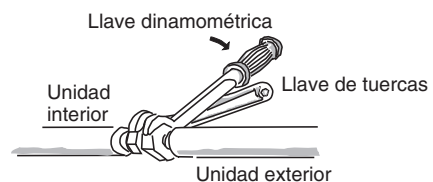

Fig. 5-6
- (2) Para apretar las tuercas abocardadas, aplique el par de torsión especificado.
- Cuando extraiga las tuercas abocardadas de las conexiones de las tuberías o cuando las apriete después de haber conectado las tuberías, asegúrese de utilizar 2 llaves ajustables o llaves inglesas. (Fig. 5-6) Si se aprietan excesivamente las tuercas abocardadas, puede dañarse la parte abocinada, lo cual puede producir fugas de refrigerante y causar heridas o asfixia a las personas que estén en la habitación.